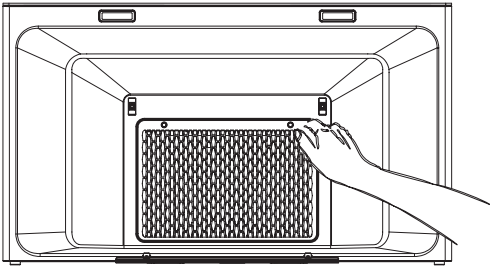
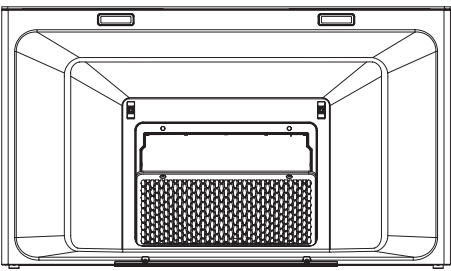

Fig.3
Fig.4
- 2. 擰下油網螺釘，取下油網（見Fig.3和Fig.4）；